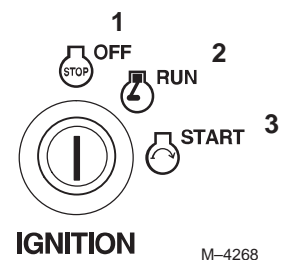

Figure 13
3. Laissez tourner le moteur au ralenti pendant 60 secondes (Fig. 13).
4. Tournez la clé de contact à la position contact coupé et retirez-la (Fig. 13).